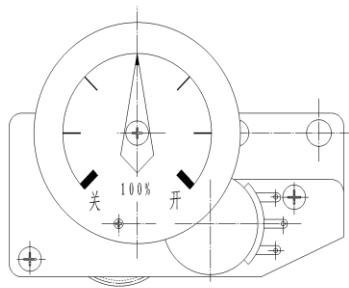
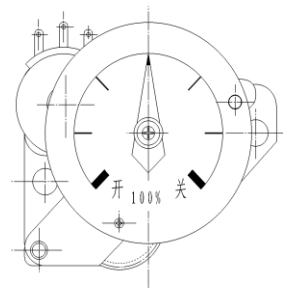

图10 HZ5-HZ30 型开度指示器
图11 HZ45-HZ500 型开度指示器
3) 开度指示器的调整,见图10和图11。开度指示器应能指示阀门开、关方向和阀板所处的位置,对不同转圈数的阀门,在使用前必须对开度指示器进行调整,订货时注明转圈数的出厂前已调好,未注明的由用户根据实际需要的转圈数,作如下调整: